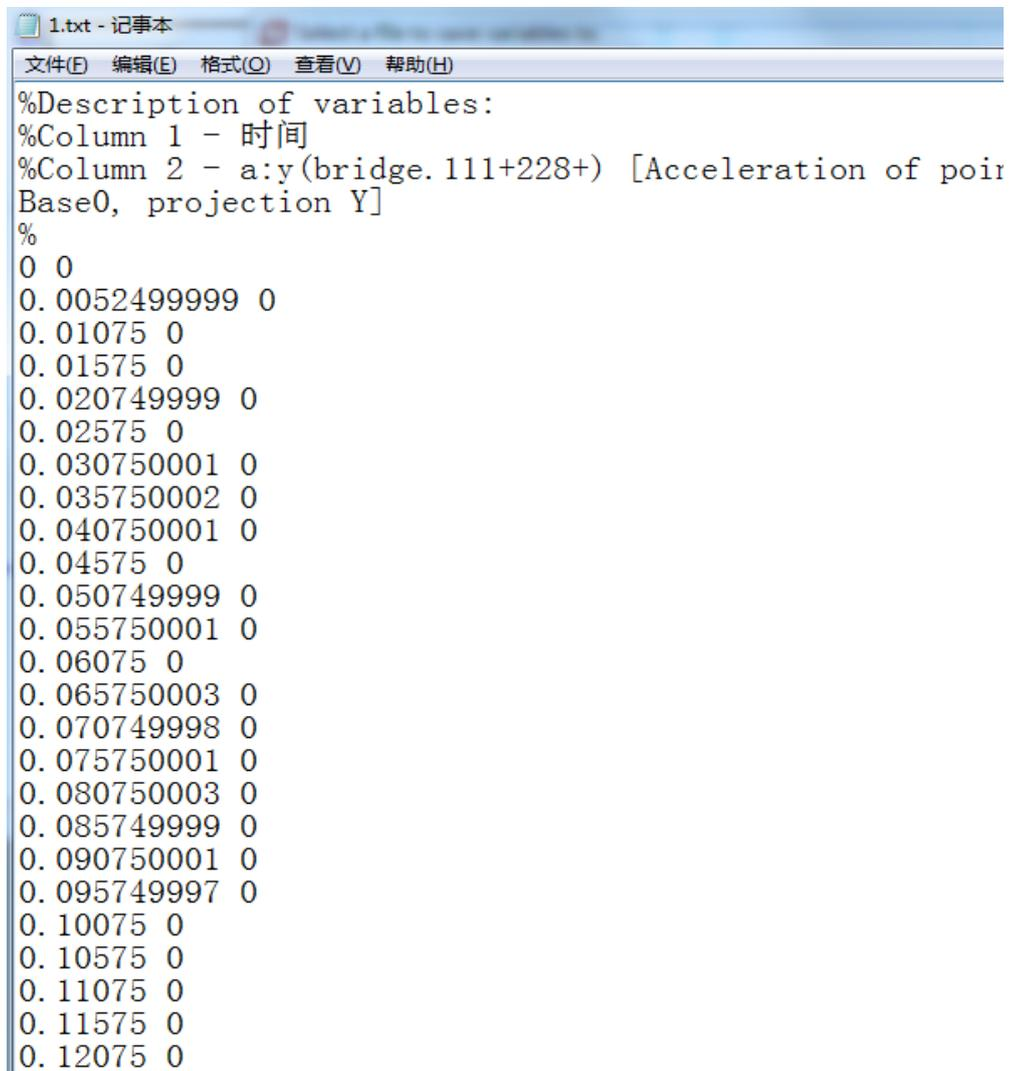

图 013-8 输出到 txt 文本文件结果
3、默认输出.txt 文本文件，用记事本打开可以看到两列数据，第一列为横坐标，第二列为纵坐标，横坐标与纵坐标之间有一“空格”分割，如图 013-8;